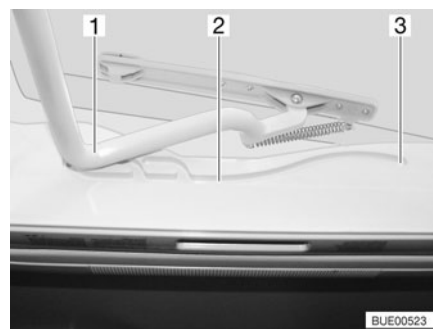

Fig. 68 Claraboya Heki, guía
- Tirar la horquilla (Fig. 68,1) en las guías (Fig. 68,2) hasta la posición trasera final (Fig. 68,3).
- Empujar el estribo (Fig. 68,1) ligeramente hacia arriba con ambas manos.
- Tirar el estribo en las guías (Fig. 68,2) hasta la posición deseada.